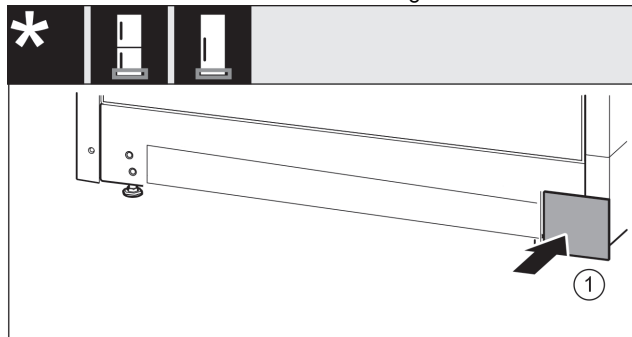

Fig. 22
- Abdeckung Fig. 22 (1) auf der anderen Seite wieder aufsetzen.